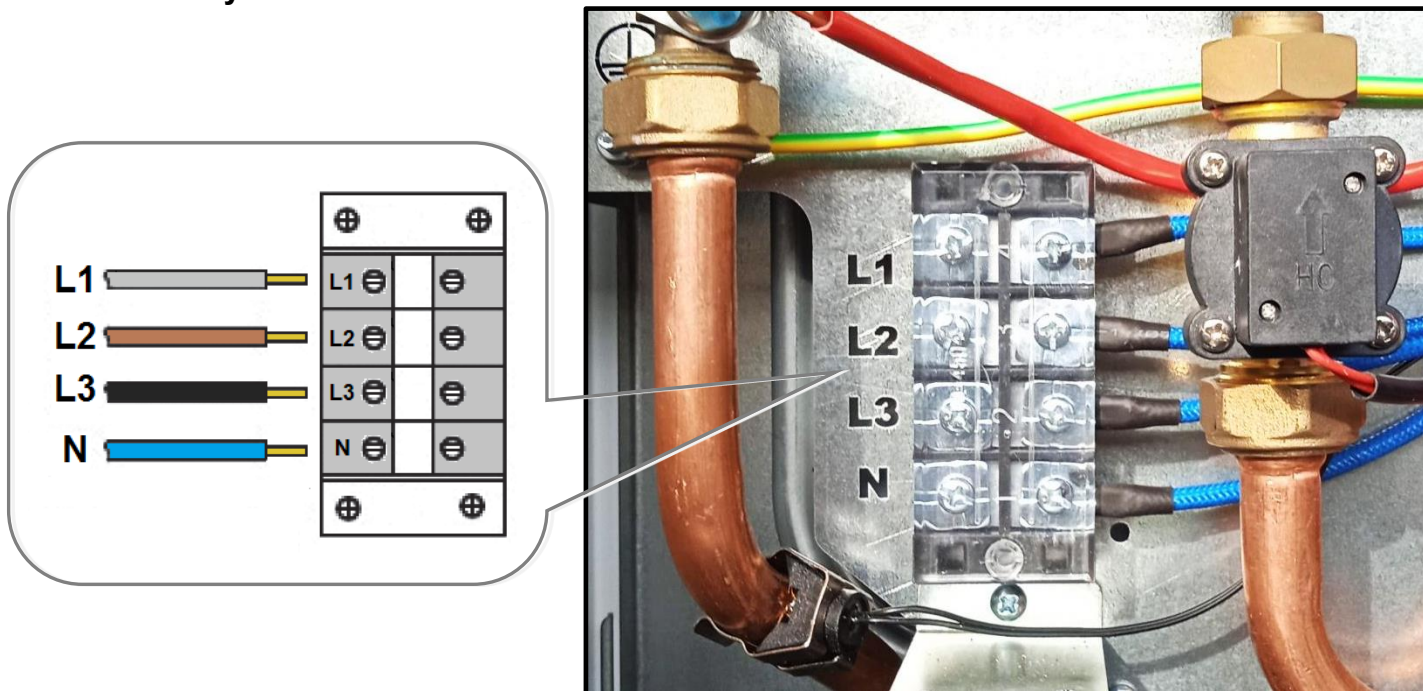
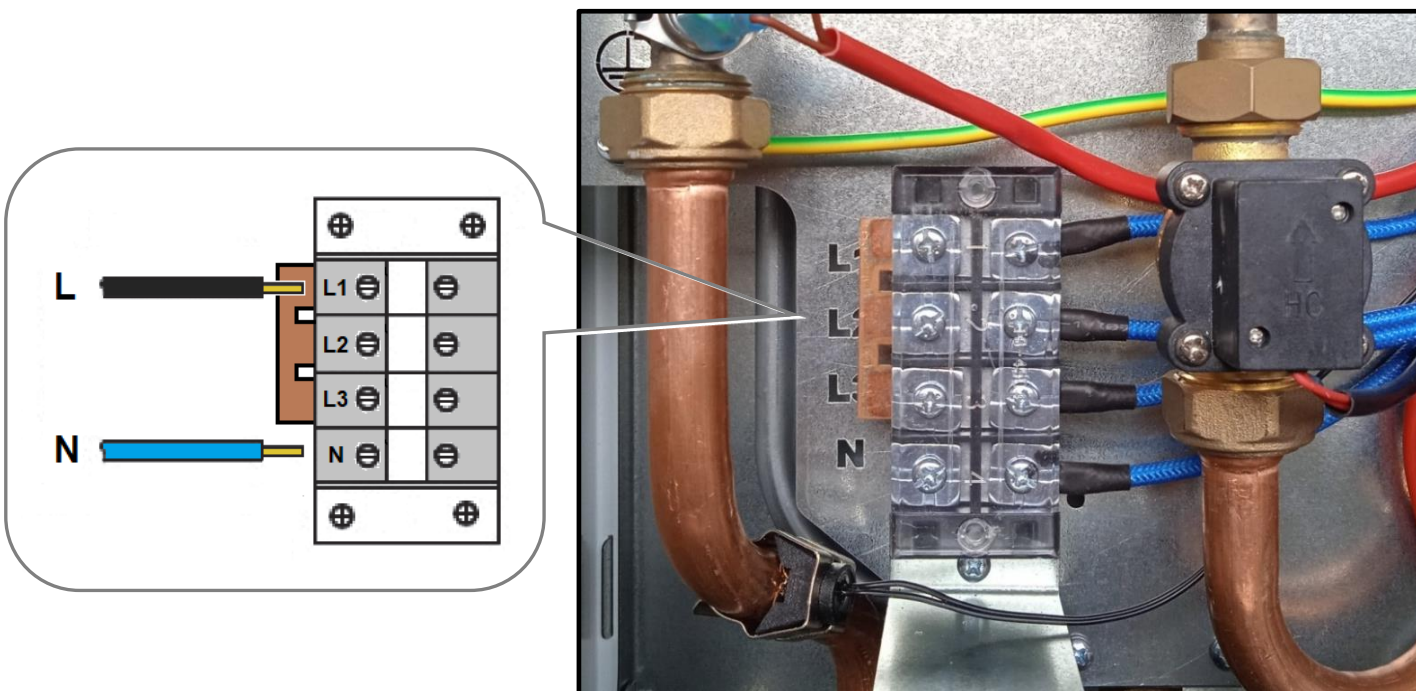

Рис. 14 Трёхфазное подключение
Рис. 15 Однофазное подключение
- Подключите все жилы кабеля к контактным выводам (клеммной колодке) электродкотла (См. Рис. 14 и Рис. 15).